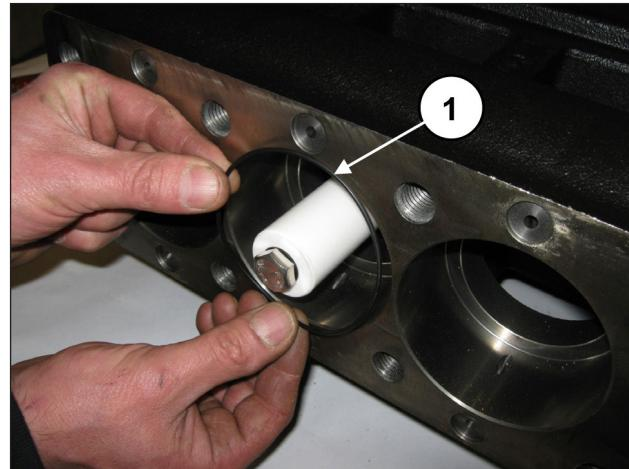
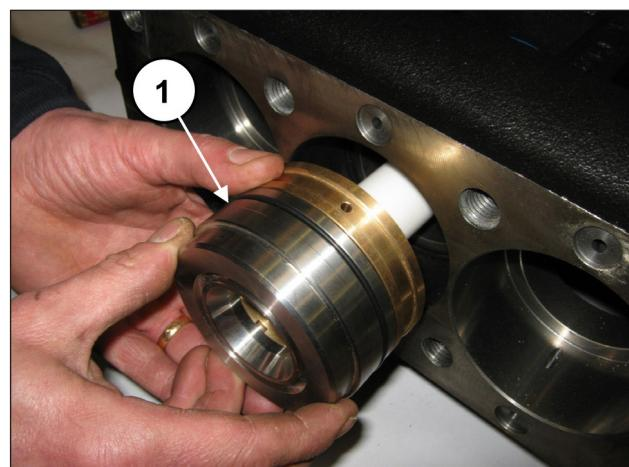

Fig. 184
Fig. 185
Insira o anel circular no interior do carter da bomba (pos. ①, Fig. 184) e em seguida, o bloco da camisa - suporte do forro (completo pelo mesmo anel circular), anteriormente montado até a passagem (pos. ①, Fig. 185).